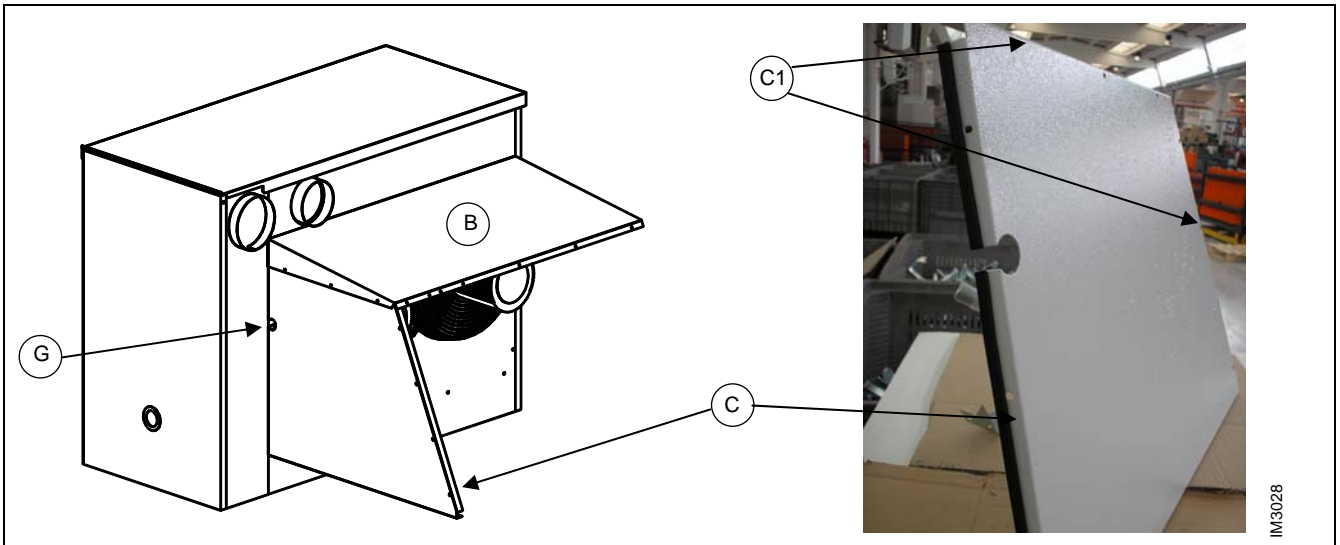

Figura 12 – POSIZIONAMENTO GUARNIZIONE DI TENUTA FISSAGGIO DEL PRESSACAVO E MONTAGGIO FIANCO SINISTRO PLENUM DI RIPRESA
2. Posizionare la guarnizione di tenuta sul fianco sinistro C vedi Figura 12. Inserire il pressacavo nello scasso G. Spalmare il silicone fornito a corredo sui due lati del fianco dove ci sono i fori (C1) e procedere poi al fissaggio utilizzando le viti M4 a testa esagonale.